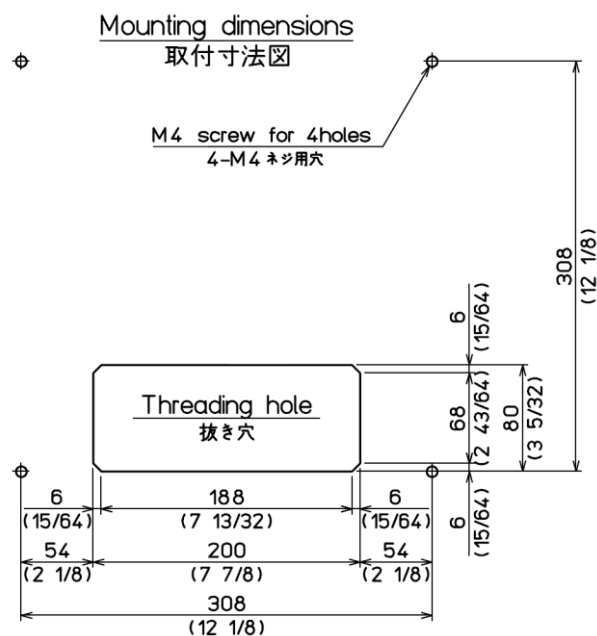

図 1.10 17 インチ LCD モニターのフラッシュマウント取付穴加工図
- (1) 設置場所にケーブル用の角穴をあけます。(図 1.10 参照)
- (2) 本体と角穴が合うか、ハメ合わせを確認します。不具合があれば角穴を修正します。
- (3) 電源用と送受波器用のコネクタを、それぞれ本体に接続します。
- (4) 17 インチ LCD モニターを 4mm のタッピングネジ (または M4 なべ小ネジ) 4 本で固定します。(4mm ネジは取り付け部の厚さに応じたネジを手配してください。)